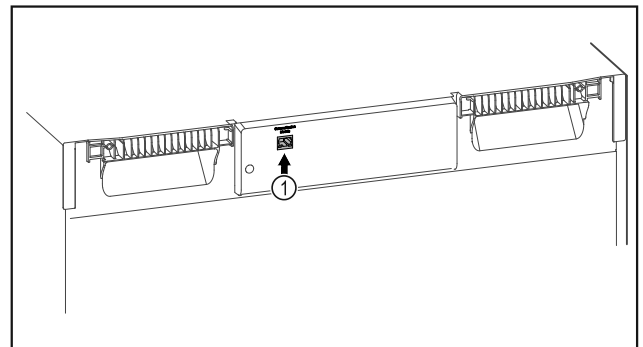

Fig. 143
- SmartModule Fig. 143 (1) ist eingesetzt.